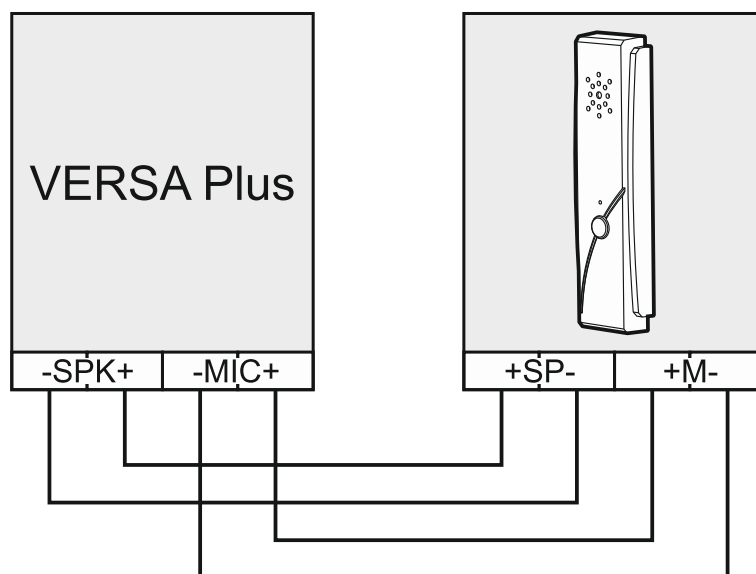

Abb. 22. Anschluss der Einheit INT-AVT an die Zentrale.
7. Verbinden Sie die Klemmen der Einheit mit entsprechenden Klemmen der Alarmzentrale (siehe: Abb. 22).